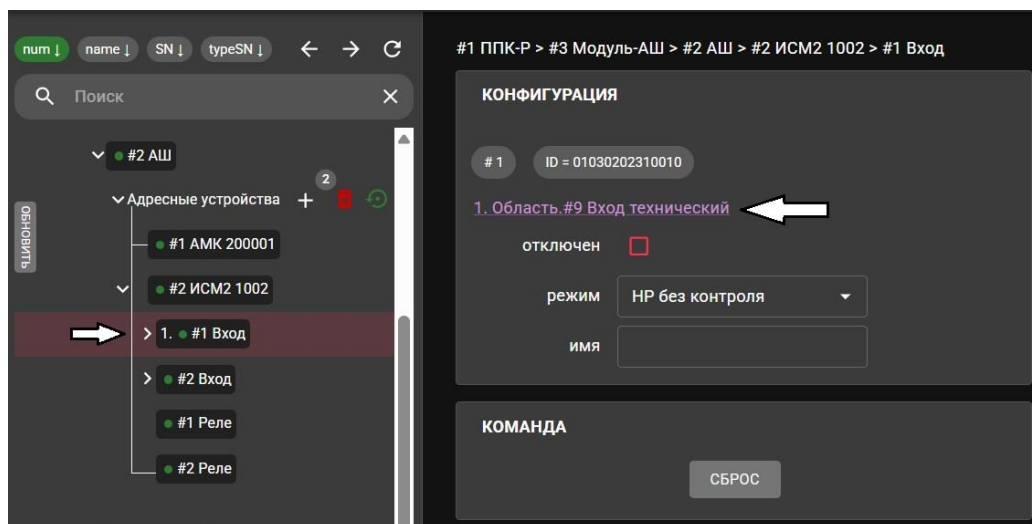

Рисунок 104
4. После всех указанных настроек нужно нажать кнопку «**СОЗДАТЬ 1 ТС (ТИП: ВХОД ТЕХНИЧЕСКИЙ) В ОБЛАСТИ #1**». После привязки входа к Области в разделе **Конфигурация** ниже ID входа ИСМ появится ссылка вида: «**1. Область, #7 Вход технический**», т. е. Вход №7 в системе теперь привязан к Области № 1 (Рис. 104). В дереве оборудования слева от субюнита **#1 Вход ИСМ2** появится номер Области, к которой привязан Вход.